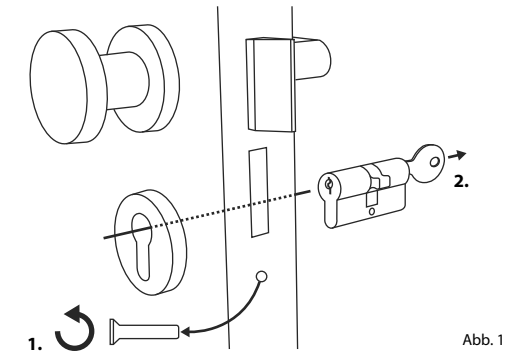

Abb. 1
① Entfernen Sie den vorhandenen Türschloß-Zylinder, indem Sie die Stulpschraube in der Tür lösen und den Zylinder mit eingestecktem Schlüssel herausziehen (Abb. 1).